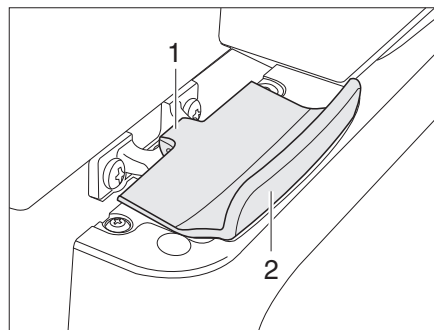

Fig. 328 Dispositif de verrouillage de la porte du réfrigérateur, fermé (Thetford)
- Ouvrir la porte du réfrigérateur sur la poignée (Fig. 328,2). Le verrouillage (Fig. 328,1) sera débloqué automatiquement.